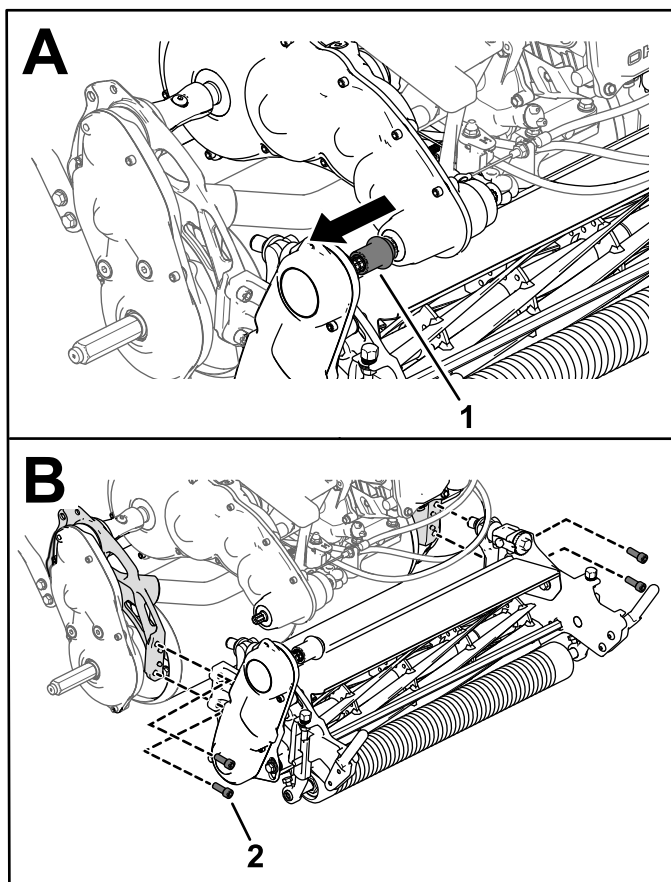

Figura 50
3. Rilasciate l'accoppiatore della trasmissione dell'apparato di taglio dall'albero di trasmissione (Figura 50).
4. Rimuovete le vite a testa incassata che fissano l'apparato di taglio al telaio (Figura 50).